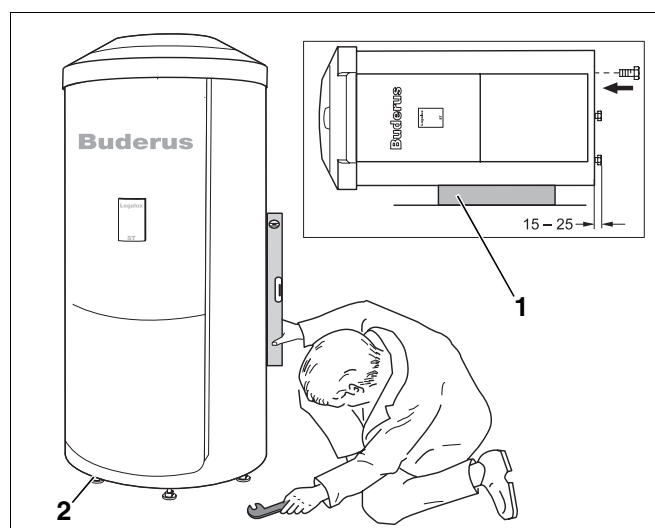

Fig. 5 Livellamento dell'accumulatore-produttore di acqua calda
- Posizionare l'imbottitura superiore (fig. 5, pos. 1) sul pavimento.
- Avvitare i 3 piedini regolabili forniti in dotazione (fig. 5, pos. 2) fino a 15 – 25 mm.